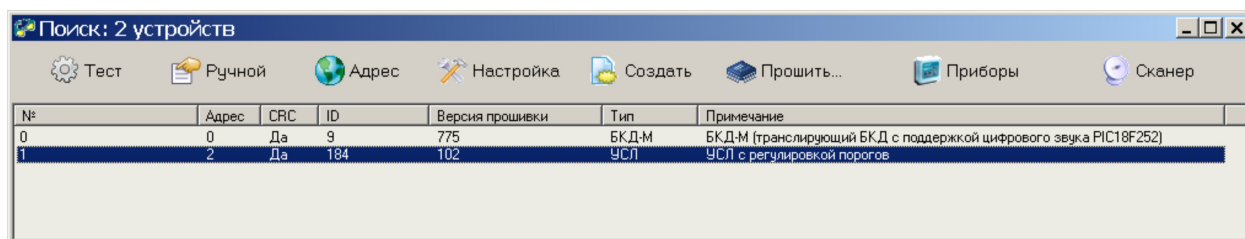

Рисунок 10
4) Выполнить поиск усилителя, выбрав пункт меню «БКДПоиск устройств». По окончании поиска проверить наличие «УСЛ» в таблице устройств (рисунок 10).
6) Для изменения адреса усилителя выбрать пункт меню «Адрес» в окне «Поиск» и установить новый требуемый адрес блока в соответствии с рабочим проектом системы, в которой используется УСЛ-П (рисунок 10).
- 3) Выполнить поиск блоков в сервисной программе RASOS (рисунок 10).